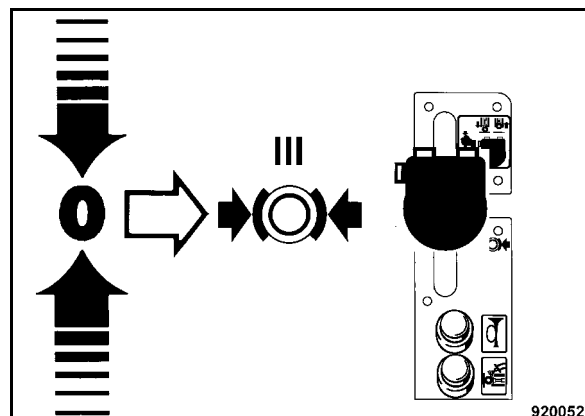

Fig. 78
- Riportare la leva di marcia (Fig. 78) lentamente nella posizione "0".